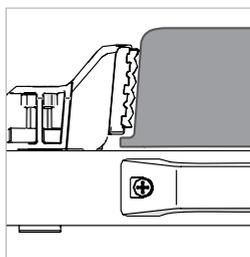

Fig. 18
**Remarque:** Les bases Evolution en acier embouti et certaines bases d'autres marques comprennent une bordure parallèle au-dessous de la base. Si votre scie dispose d'une bordure parallèle qui avance sous la pince, vous n'avez pas besoin d'installer la pince secondaire sur le dessus. **(Fig. 18)**